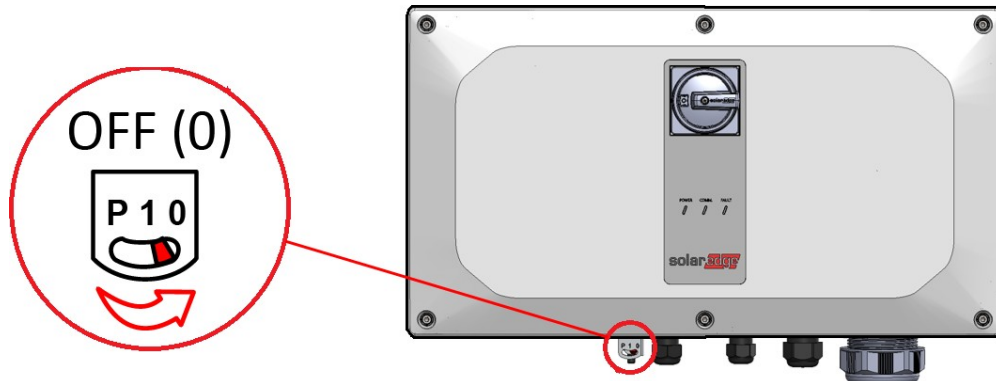

Figura 3: Selettore ON/OFF/P
1. Portare il selettore ON/OFF/P alla posizione "0" (OFF) (vedi *Figura 3*) e attendere che il LED rosso si spenga e che il LED verde lampeggi.